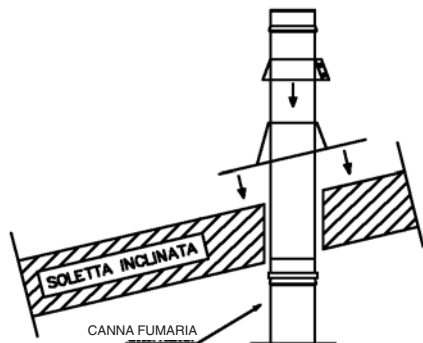
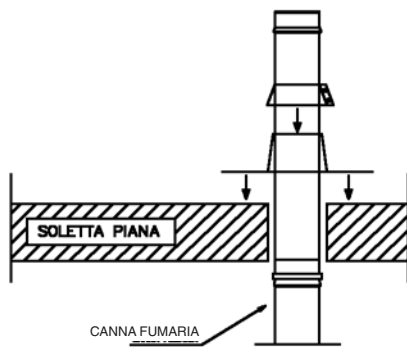

FIG. 4A Schema di montaggio del faldale inclinato con fascetta antintemperie
FIG. 4B Schema di montaggio del faldale piano con fascetta antintemperie
- 2) avvolgere il tubo e il cono del faldale con la fascetta antitemperie serrando le viti e sigillando il tutto con un leggero velo di silicone, come illustrato nella fig. 4a e fig. 4b.